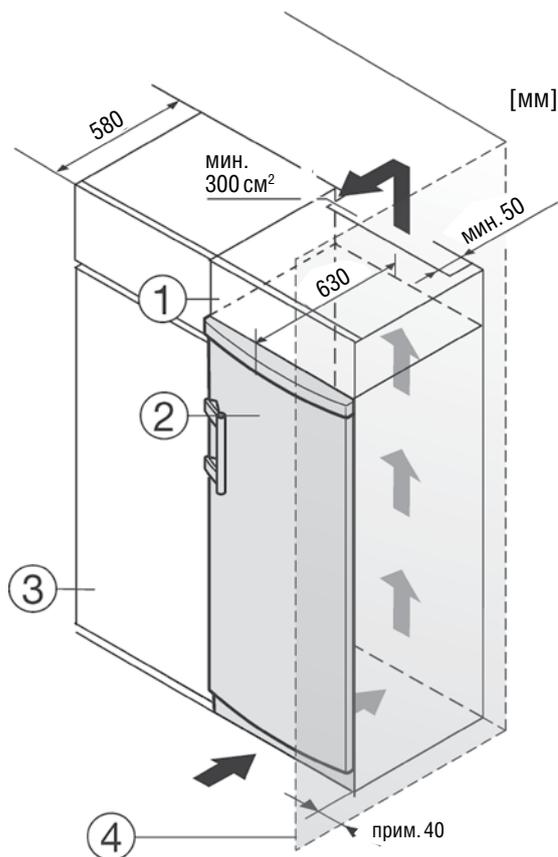

Рис. 10
Устройство можно встроить в кухонную мебель. Чтобы устройство Рис. 10 (2) соответствовало по высоте остальной мебели, над ним можно расположить подходящий шкаф Рис. 10 (1).
Встраивая устройство в ряд стандартной кухонной мебели (макс. глубина 580 мм), можно установить его непосредственно рядом с кухонным шкафом Рис. 10 (3). Двери устройства выдаются относительно шкафа на 34 мм с краю и на 50 мм в середине устройства. Поэтому они легко закрываются и открываются.
Если устройство установлено петлями к стене Рис. 10 (4), расстояние между стеной и устройством должно составлять не менее 40 мм. Это соответствует габаритам ручки при открытии устройства.